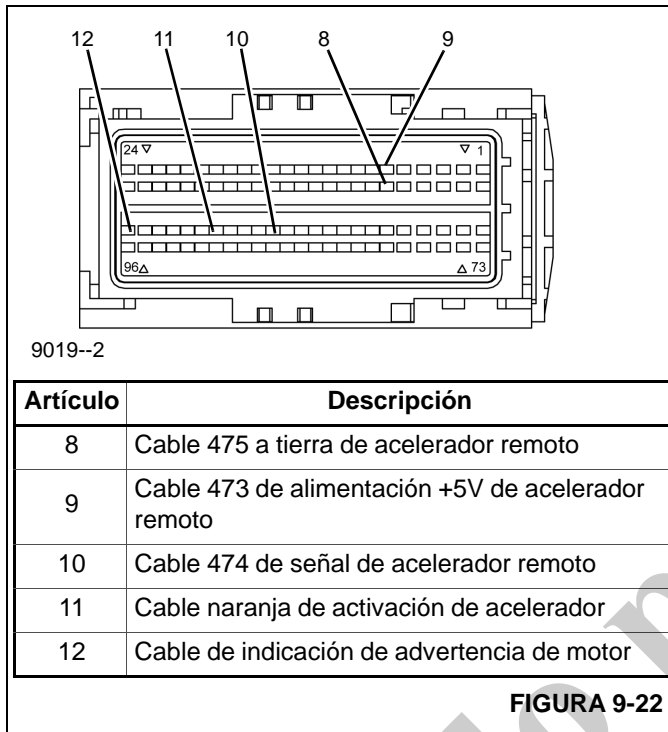

FIGURA 9-22
Vea la Figura 9-22 para los pasos siguientes.
paso 5 por el tabique del camión y conéctelo a los bornes 30 y 85 del relé. Conecte el cable 1331 (8) al borne 87 del relé del indicador de advertencia del motor. Empalme el cable amarillo (9) con el cable presente en la clavija 72 (12, Figura 9-22) del conector J2 del ECM y conecte el extremo libre al borne 86 del relé del indicador de advertencia del motor. Todos los empalmes deben hacerse usando un conector de empalme con tubo termoencogible.